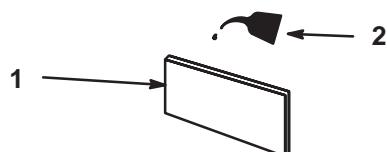

Figure 28
- C. Imbibir l'élément d'huile moteur propre. (Fig. 28). Presser l'élément pour évacuer l'excès d'huile.